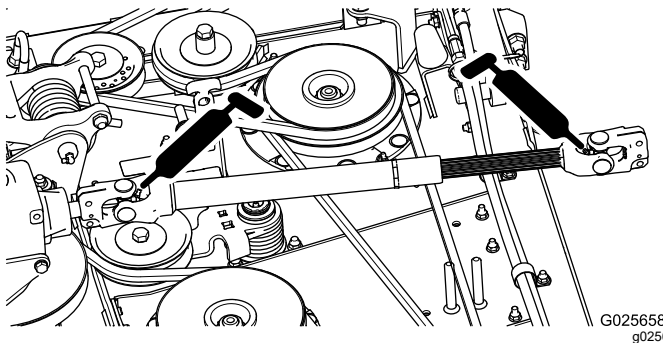

Рисунок 20
- Вал привода механизма отбора мощности (2 места) (Рисунок 20)